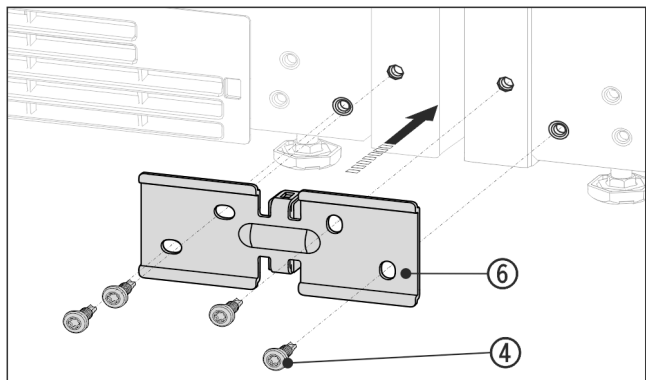

Fig. 14 Reprezentare exemplificativă
- ▶ Împingeți vinclul Fig. 14 (6) cu piesa de distanțare între aparate și prindeți-o cu 4 șuruburi Fig. 14 (4) fără a strânge.